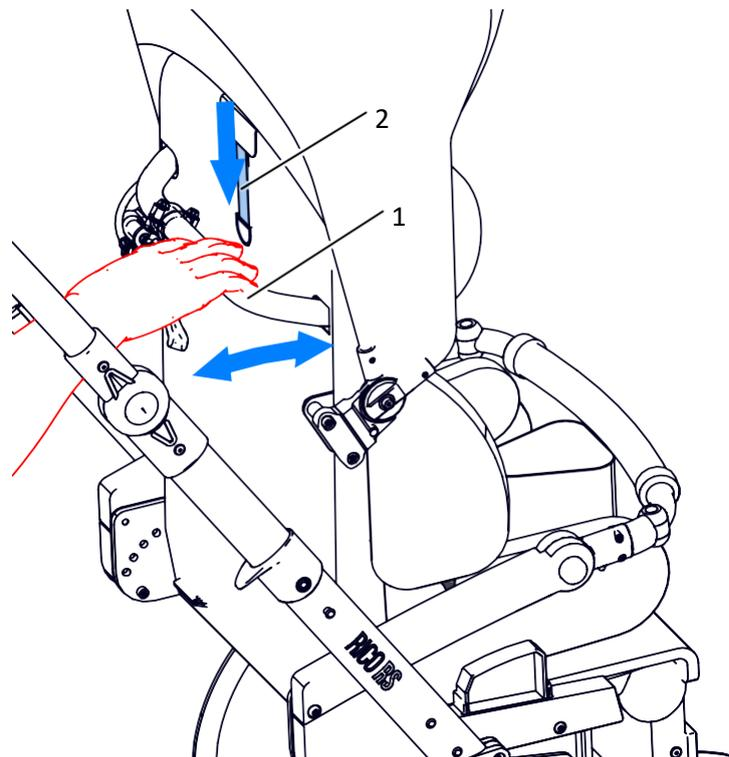

Bild 16
(Um den Winkel der Rückenlehne einzustellen, halten Sie die Querstange (1) mit einer Hand und ziehen Sie den Auslösegurt (2) mit der anderen Hand Abb. 16. Nachdem Sie den gewünschten Winkel der Rückenlehne eingestellt haben, lösen Sie das Band (2). Bewegen Sie dann die Rückenlehne auf und ab, um die Rückenlehne in stabiler Position zu bestätigen. Verwenden Sie es niemals, wenn die Rückenlehne locker ist.